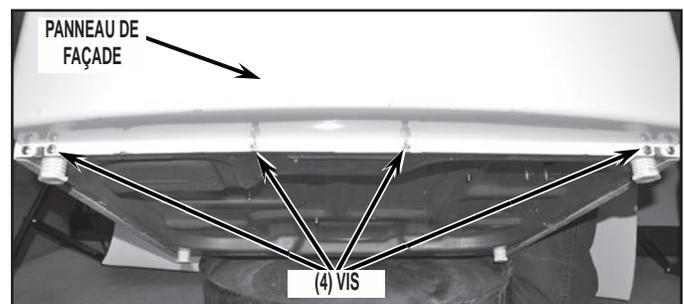

FIGURE 7
- Ôter le panneau de façade : ôter d'abord les quatre (4) vis de fixation, en bas du panneau de façade - voir la *Figure 7*.